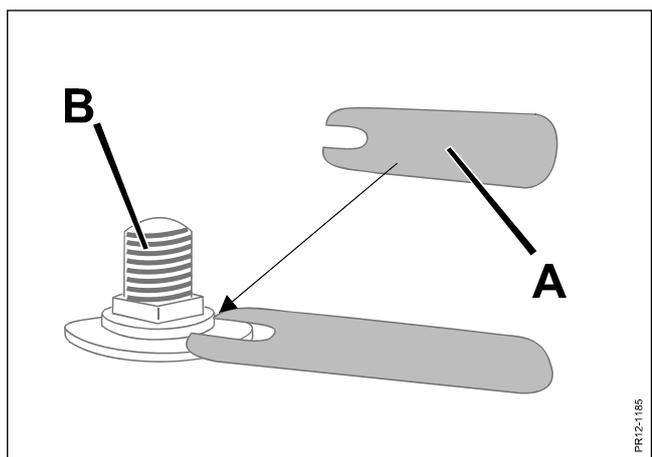

Fig. 6-8
- le diamètre du trou est inférieur à 15 mm (voir aussi ci dessous fig. 6-8).
- Fig. 6-8 Lors du remplacement des couteaux, contrôler régulièrement tous les boulons des couteaux **B** sur les disques avec la jauge **A** (dans le lot des pièces détachées).